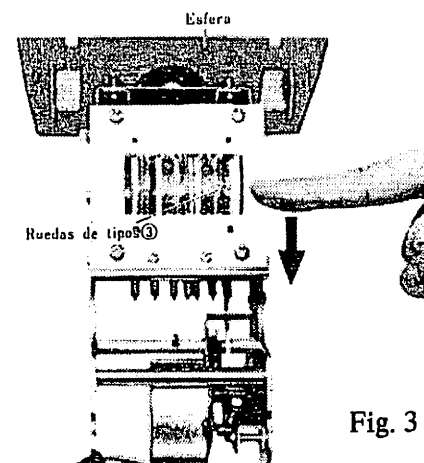
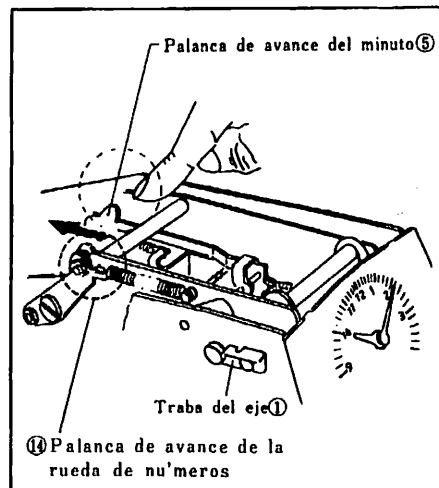

Fig. 3
Fig. 5
* Sacando la cubierta gire la traba del eje ① en la dirección de la flecha y separe la del eje ②. Enseguida, tire hacia afuera el eje ② en la dirección de la flecha, y levante la sección de las ruedas de tipos y la sección del reloj, como se muestra en la fig. 3.
* Manteniendo el cordón eléctrico conectado a red de corriente alterna, empuje la palanca de avance de los minutos ⑤ en la fig. 5, en la dirección de la flecha, enseguida gire las ruedas de tipos ③ del año, mes, fecha, hora y minuto en la dirección de la flecha (fig. 3) y ajústela un minuto antes de la hora correcta.
Los números se cambiarán automáticamente con cada marcación. Para colocar el número deseado accione la palanca de avance de la rueda de números, según Fig. 5. ④
* Para poner las ruedas de tipos y los punteros del reloj a la misma hora, primeramente ajuste las ruedas de tipos a la hora, y luego ponga el reloj a la hora girando el engranaje de puesta en hora ④ hasta coincidir con la hora impresa por las ruedas de tipos, y sentir un "tick" en la esfera.
* Para avanzar las ruedas de tipos y el reloj al mismo tiempo, empuje la palanca de avance de los minutos ⑤ en la Fig. 5 en la dirección de la flecha, entonces la rueda de tipos y los punteros del reloj avanzarán un minuto al mismo tiempo.